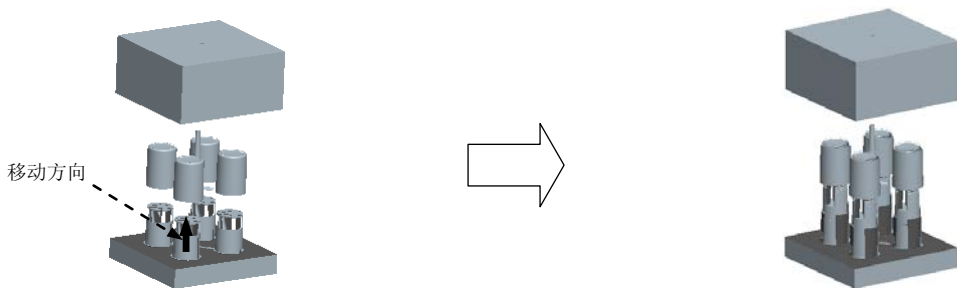

图 25.39 移动滑块
Step1. 在模型中选取要移动的滑块 1，选取在滑块 1 上创建的基准轴为移动参考，方向如图 25.39 所示。输入要移动的距离值 30，完成滑块 1 的开模动作。
Step2. 参考 Step1，将其他的 11 个滑块移动，完成滑块移动，如图 25.39 所示。